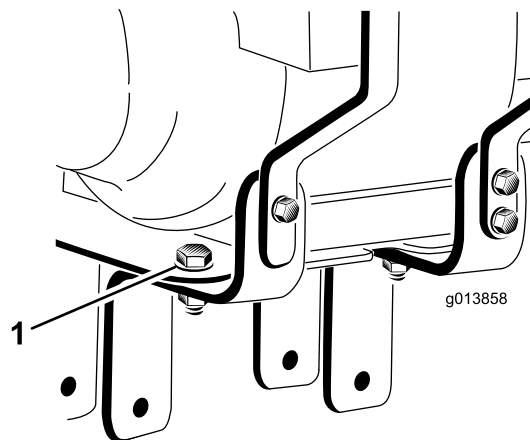

図 3
16. エンジン取り付けブラケットをエンジン取り付けプレートに固定しているボルト2本をゆるめる（取り外さないこと）（図 3）。